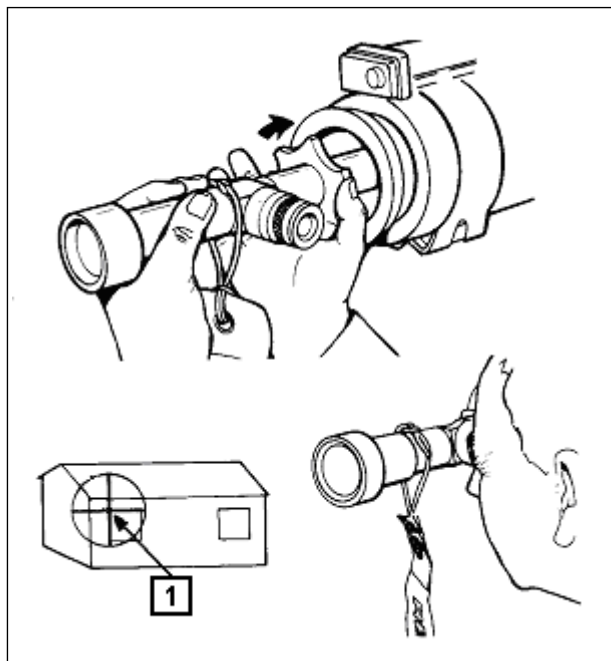

Fig 7-27. Utilização do dispositivo de alinhamento da aparelhagem de pontaria
(3) Alinhamento do canal diurno do TTS
(a) Sem tocar no Can ou dispositivo M26A1, olhar através da ocular e conduzir o At a apontar o ponto de pontaria do retículo do dispositivo no ponto de pontaria do alvo(1) sem ultrapassá-lo. (Fig 7-27 e 7-28)